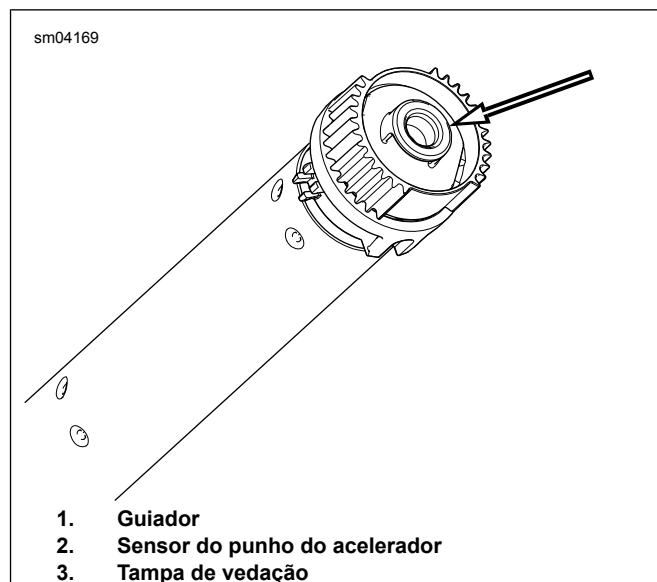

Figura 4. Remova a tampa de vedação
- Ver Figura 4 . Introduza uma chave de fendas pequena ou outra ferramenta de lâmina plana dentro da área plana de um dos lados da tampa de vedação.